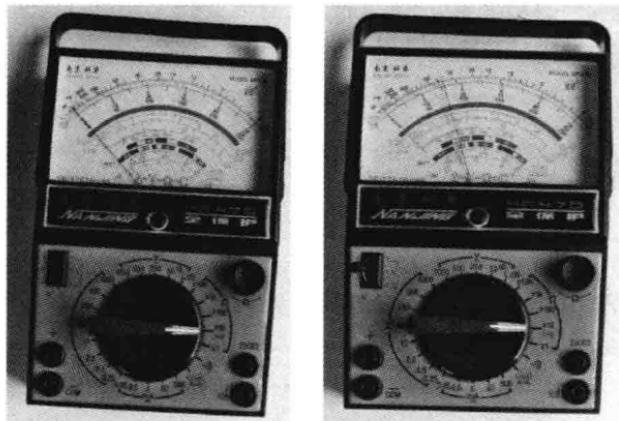

图 2-16 测试三极管的放大倍数
- (1) 先将万用表的转换开关置于 h_{FE} 位置。
- (2) 把被测三极管插入测试插座，如图 2-16 所示。